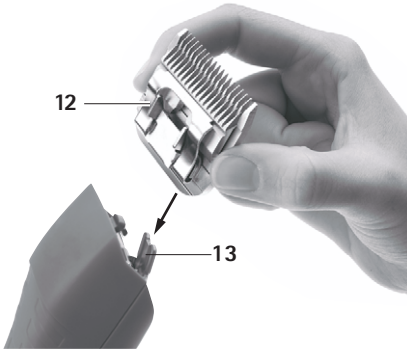

Fig. 2
- Sätt klipp huvudet 12 på det öppna knivlocket 13, se Fig. 2.
- Tryck klipp huvudet 12 lätt mot klippmaskinen FAV5 CL/Fortis, se Fig. 2.